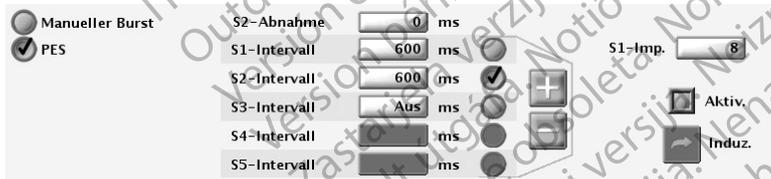

Abbildung 5-3. Optionen für die PES-Induktion
3. Den gewünschten Wert für die S1–S5-Intervalle wählen (Abbildung 5-3 Optionen für die PES-Induktion auf Seite 5-4). Entweder ein Wertekästchen für das betroffene S-Intervall anklicken und einen Wert aus dem Kästchen wählen oder das Plus- und Minuszeichen benutzen, um die Zahlen im Wertekästchen zu verändern.